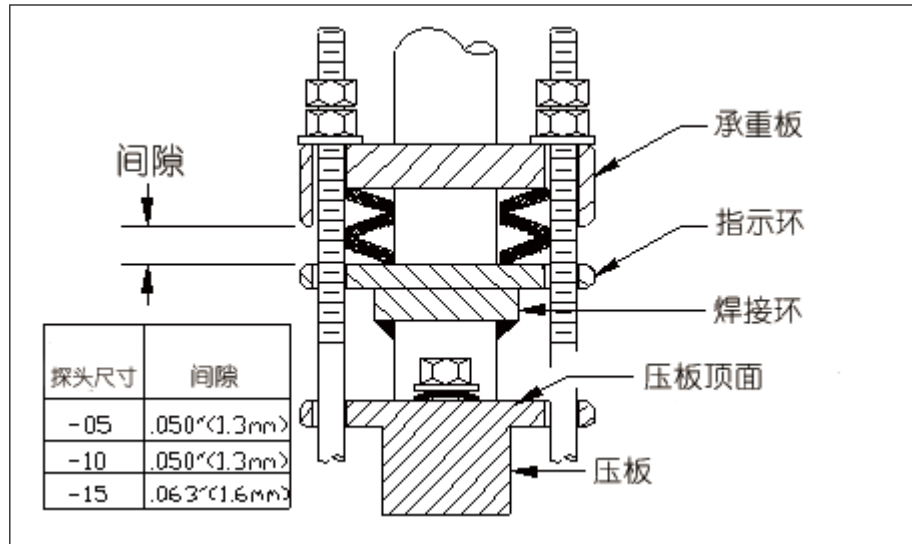

图 6：合适的弹簧压缩
- 将三个锁紧垫圈和三个承重螺母套在螺柱上并拧紧。拧紧承重螺母，直到承重板距 -05 和 -10 探头的指示环 1.3mm (0.050") 时为止。对于 -15 探头，承重板应距指示环 1.6mm (0.063")（参见图 6）。对于 -05 探头，拧紧所有承重螺母直到承重板接触到指示环，然后将所有承重螺母松开一圈。对于 -10 和 -15 探头，拧紧所有承重螺母直到承重板接触到指示环，然后将所有承重螺母松开 3/4 圈。这样，弹簧锁定装置就正确安装好了。
- 注意：焊接环（图 6）上的焊接点不能接触到压板顶面。如果焊接环上的焊接点接触到压板顶面，探头便可能不能完全顶住管道底部。如果出现这种情况，请在继续操作前咨询厂家。